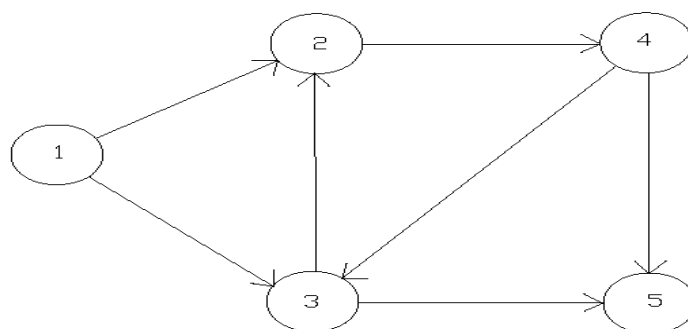

Рис.3
- 3) в сети не должно быть замкнутых контуров, т.е. не должно быть путей, соединяющих какое-либо событие с ним же самим (рис.3, последовательность работ 2-4; 4-3; 3-2):